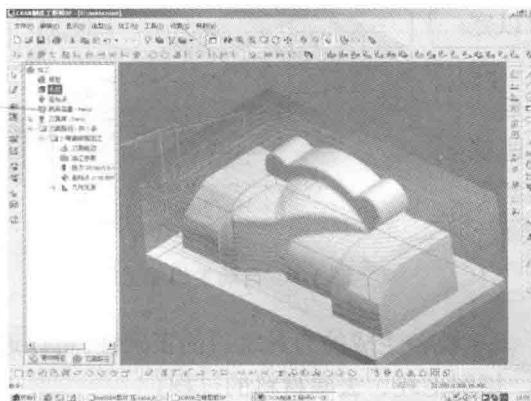

图 1-3 等高线粗加工
**3 轴加工方式：**多样化的加工方式可以安排从粗加工、半精加工到精加工的加工工艺路线（如图 1-3 所示为等高线粗加工）。